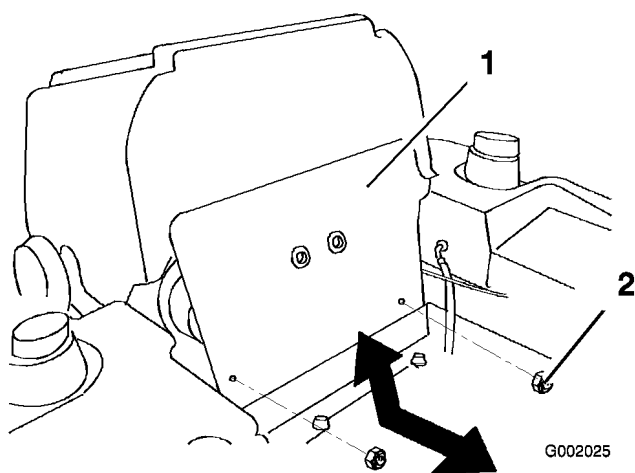

Figure 34
3. Basculez le siège en avant et déposez le panneau avant du moteur (Figure 34).